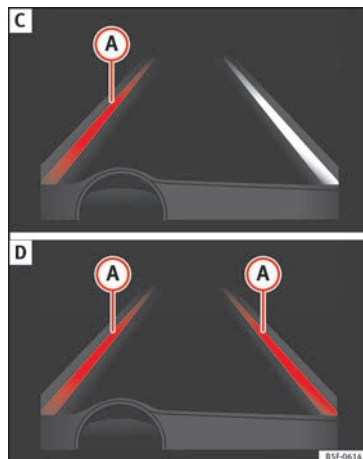

Fig. 218 En la pantalla del cuadro de instrumentos: indicación en la pantalla del sistema de aviso de salida del carril (ejemplo 2).
- El sistema está trabajando, la línea resaltada **A** indica que había riesgo de sobrepasar la línea de carril involuntariamente y está actuando sobre la dirección para corregir la trayectoria » **fig. 218 C.**
- Las dos líneas resaltadas **A** se encienden a la vez cuando tenemos las dos líneas de carril reconocidas y la función de Guiado adaptativo en el carril está activada » **fig. 218 D.**